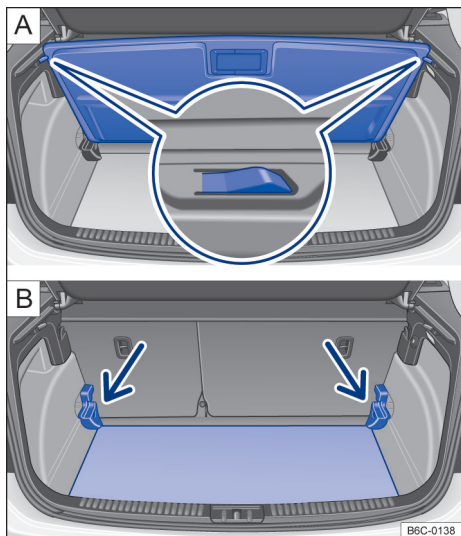

Fig. 116 No compartimento de bagagem: ajustar a altura do assoalho do compartimento de bagagem.
- Levantar o assoalho do compartimento de bagagem e puxar para trás tirando dos guias no lado do compartimento de bagagem → Fig. 116 A.
- Levantar o assoalho do compartimento de bagagem e empurrar para baixo para a guia → Fig. 116 B (setas).